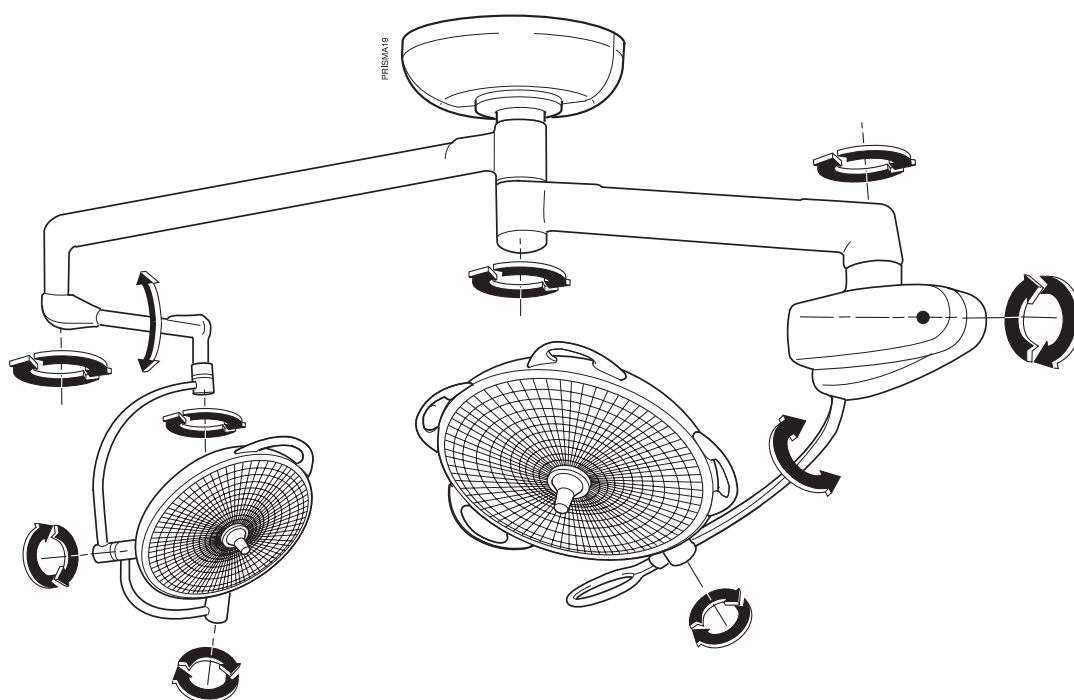

FIG. 11.3
Les mouvements permis par ces suspensions sont décrits dans la (Fig. 11.3).
*The movements enabled by these suspensions are described in **Figure 11.3.***